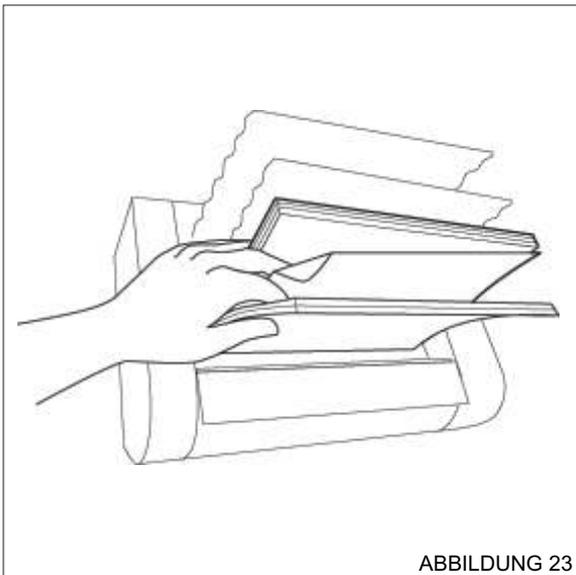

ABBILDUNG 23
5. Während das Bindegerät den Klebstoff am Dokumentenrücken zum Schmelzen bringt, halten Sie den vorderen und hinteren Teil des Dokuments so mit einer Hand fest, dass die umgeknickte Seite frei bleibt (siehe Abbildung 23). Wenn sich die Dokumentenklappen zu öffnen beginnen und in der Anzeige die Meldung "BLATT AUSWECHSELN" erscheint, ziehen Sie die umgeknickte Seite sofort aus dem Dokument. (Da Sie den vorderen und hinteren Teil des Dokumentes mit einer Hand festhalten, bleiben die restlichen Seiten an ihrer Stelle.) Sollte sich die umgeknickte Seite beim ersten Mal nur schwer entfernen lassen, wiederholen Sie diesen Schritt.